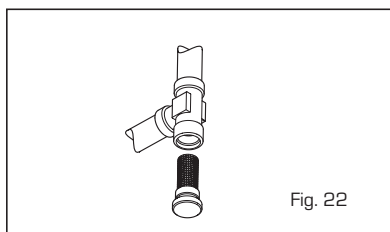

Fig. 22
4.4.3 Nettoyage du filtre AQUA GUARD (fig. 22)
4.4.4 Fonction séchage plancher (fig. 22/a)